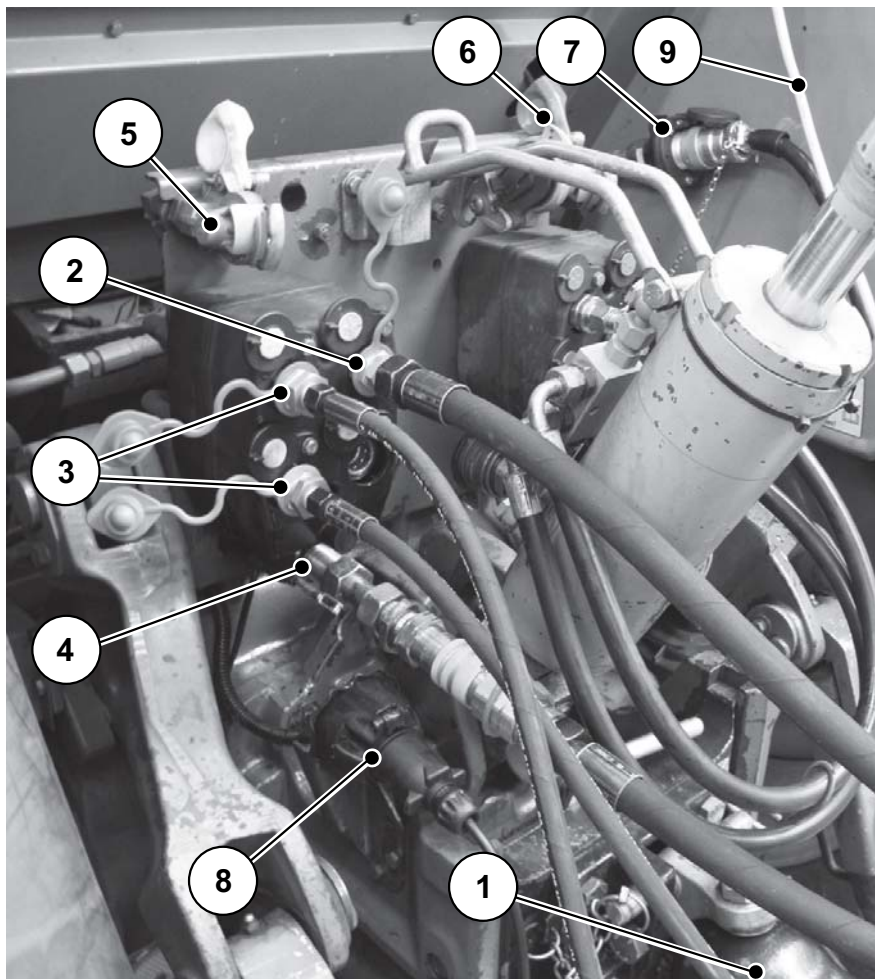

Bild 6.6: Anschlussreihenfolge Ausleger-Mineraldüngerstreuer
Es gibt 2 Ankoppelvarianten im Bild 6.6 wird die Variante Kugelkopfkupplung gezeigt.
- 2.** Schließen Sie die Hydraulikleitung für den Steuerblock (Bild 6.6: Position 2) an.
- 3.** Schließen Sie die Leitung des freien Rücklaufs (Bild 6.6: Position 4) an.
- 4.** Schließen Sie die Leitungen der Abdeckplane (Bild 6.6: Position 3) an.
- 5.** Schließen Sie die pneumatische Steuerleitung (Bild 6.6: Position 5) an die gelbe Kupplung an (nur bei Druckluft-Bremsanlage).
- 6.** Schließen Sie die pneumatische Versorgungsleitung (Bild 6.6: Position 6) an die rote Kupplung an (nur bei Druckluft-Bremsanlage).
- 8.** Schließen Sie das ISO-Kabel an die ISOBUS-Gerätesteckdose (Bild 6.6: Position 7) am Heck der Zugmaschine an.
- 9.** Schließen Sie den Beleuchtungsstecker (Bild 6.6: Position 8) an.
- 10.** Schließen Sie den COBO-Stecker für den Kühler in der Kabine der Zugmaschine an (Leitung Bild 6.6: Position 9).